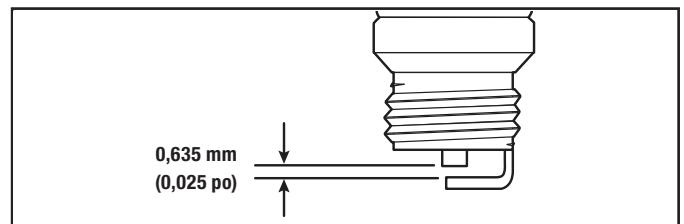

Figure 45
7. Utilisez une jauge d'épaisseur pour régler l'écartement des électrodes à 0,635 mm (0,025 po) (Fig. 45).